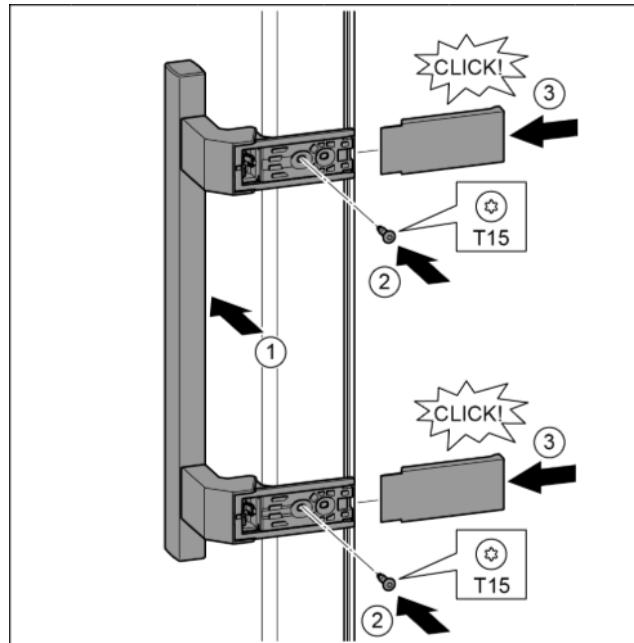

Fig. 35
- Установить ручку на противоположной стороне. Fig. 35 (1)
- Затянуть винты отверткой T15. Fig. 35 (2)
- Установить крышки сбоку и надвинуть. Fig. 35 (3)